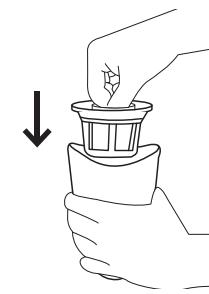

Abbildung 9
6. Setzen Sie die Elemente in dem Behälter zusammen (Abb. 9).